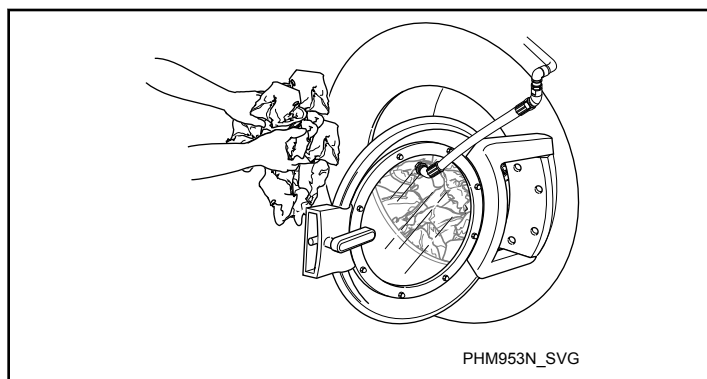

Figura 46
3. Carregue até a capacidade total sempre que possível. **NÃO SOBRECARREGUE.** Consulte a *Figura 46*.